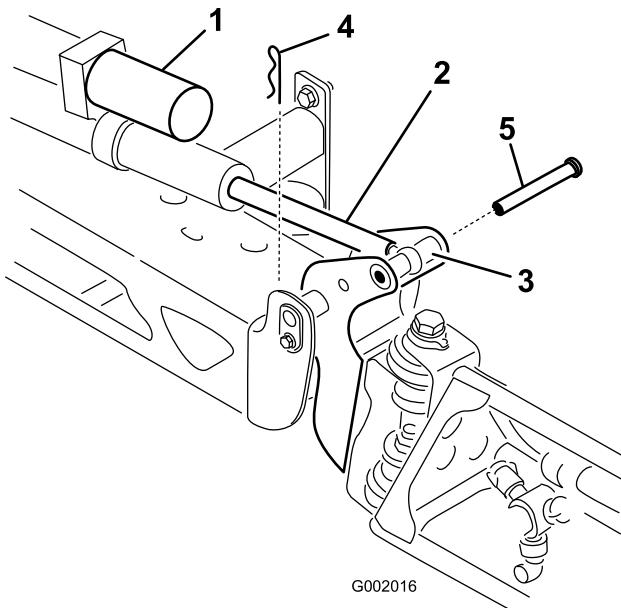

Figura 34
2. Togliete la coppiglia dal perno di articolazione (Figura 34).
3. Sollevate la barra e togliete il perno (Figura 34). Abbassate lentamente la barra all'hardstop.
il perno attraverso il perno della barra e l'asta dell'attuatore (Figura 34).